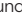

Abb. 130 Im unteren Bereich der Mittelkonsole: Taste fr die elektronische Parkbremse.
- Ziehen Sie an der Taste  **»» (Abb. 130)** und halten Sie sie in dieser Position.
- Drcken Sie die Taste  **»» (Abb. 130)**. Gleichzeitig krftig das Bremspedal drcken, oder wenn der Motor angelassen ist, leicht das Gaspedal drcken.